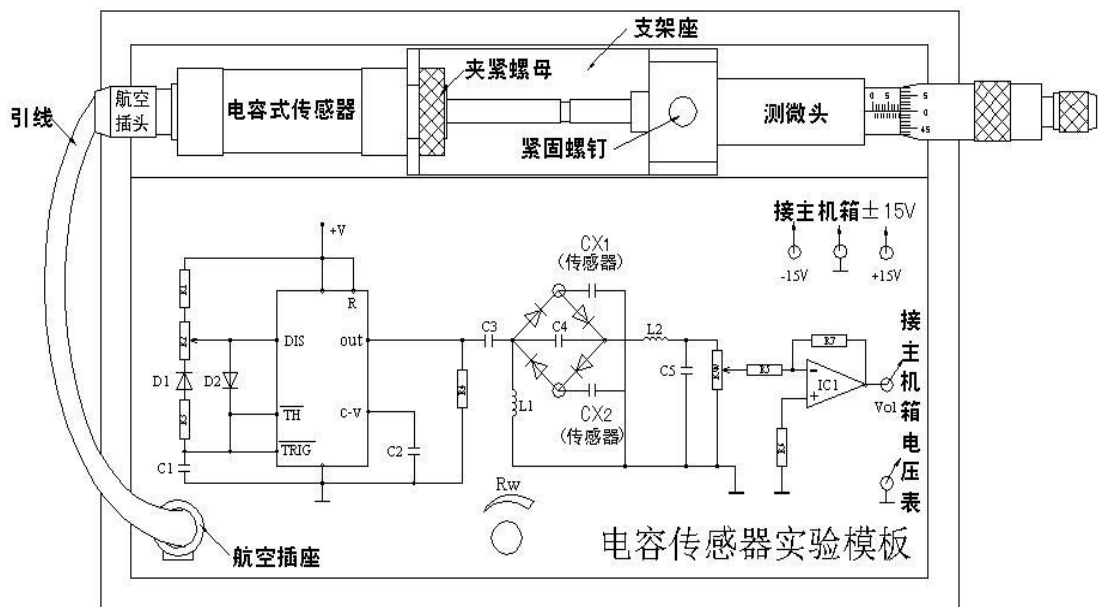

图 1 电容传感器位移实验安装、接线图
1、测微头的使用和安装参阅实验九。按图 1 将电容传感器装于电容传感器实验模板上并按图示意接线(实验模板的输出  $V_{o1}$  接主机箱电压表的  $V_{in}$ )。